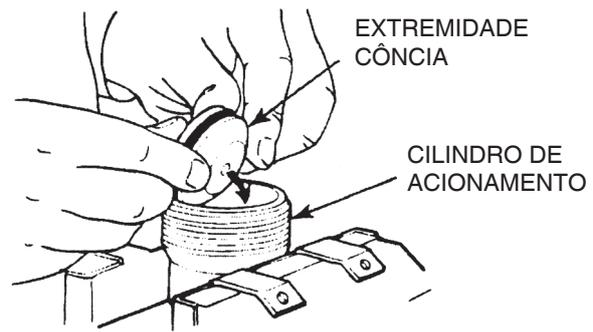

Figura 127
- Instale o pistão conjunto com o anel em "O" dentro do cilindro de acionamento sendo que o lado chanfrado deverá estar voltado para o fundo do cilindro. Empurre o pistão até que este esteja no fundo do cilindro. Figura 127.